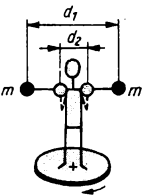

Bild 54
- 3.96** Bei einem Drehschemelversuch nach Bild 54 rotiert die Scheibe mit der Versuchsperson mit 2 Umdrehungen je Sekunde. Dabei trägt diese, mit ausgestreckten Armen auf der Scheibe stehend, in jeder Hand eine Hantel von 3,0 kg Masse. Die Hanteln beschreiben einen Kreis von 85 cm Radius. Berechnen Sie, wie sich die Drehzahl ändert, wenn die Versuchsperson die Hanteln dicht an den Körper heranzieht (Radius 20 cm). Für Drehschemel und Versuchsperson (ohne Hanteln) wird in beiden Fällen ein Trägheitsmoment von insgesamt $2,5 \text{ kg m}^2$ angenommen.